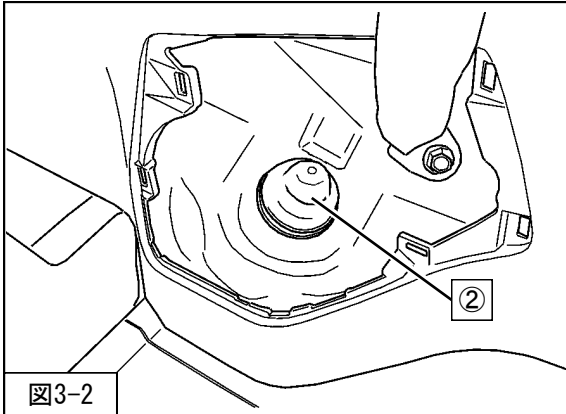

図3-2
3. ②リアショックアブソーバキャップを取外してください。(図3-2)